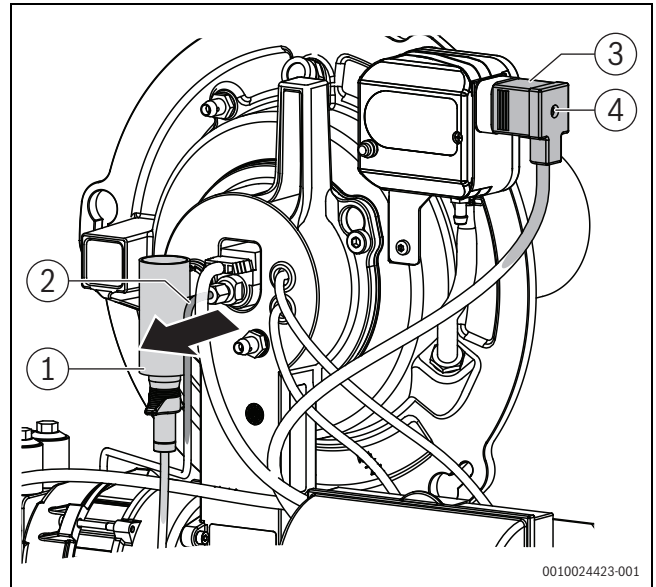

Bild 72 Ölleitung herausziehen
- Ölleitung (→Bild 72) um ca. 5 mm herausziehen und zurück federn lassen.
- Anschlussstecker des Druckwächters aufstecken und mit Sicherungsschraube sichern (→Bild 72)
- Sicherungsschraube am Anschlussstecker des Druckwächters lösen und Anschlussstecker abziehen (→Bild 72).